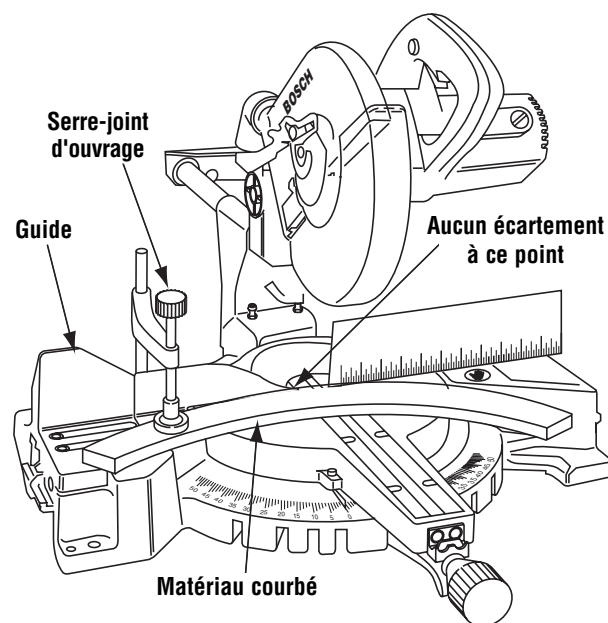

Figure 36. Matériau courbé
**⚠ AVERTISSEMENT** Si l'ouvrage est courbé ou gondolé, cramponnez-le avec la face courbée extérieure dirigée vers le guide. Assurez-vous toujours de l'absence d'un écartement entre l'ouvrage, le guide et la table le long de la ligne de coupe. Les ouvrages pliés ou gondolés peuvent se tordre ou culbuter, et peuvent faire gripper la lame de scie en rotation durant la coupe (Figure 36).